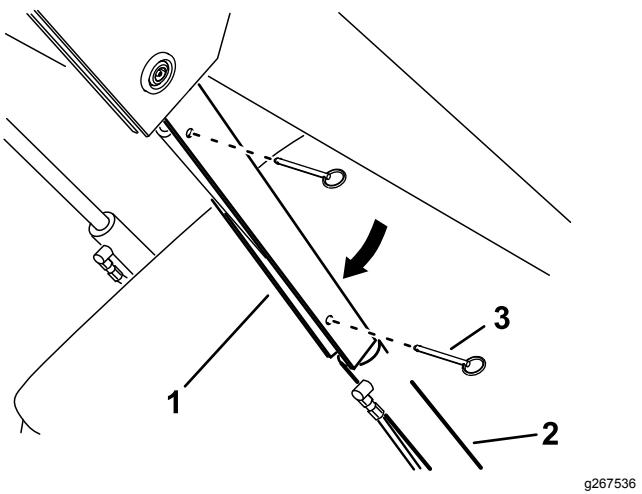

Figura 36
5. Coloque el bloqueo del cilindro sobre la varilla del cilindro de elevación (Figura 36).